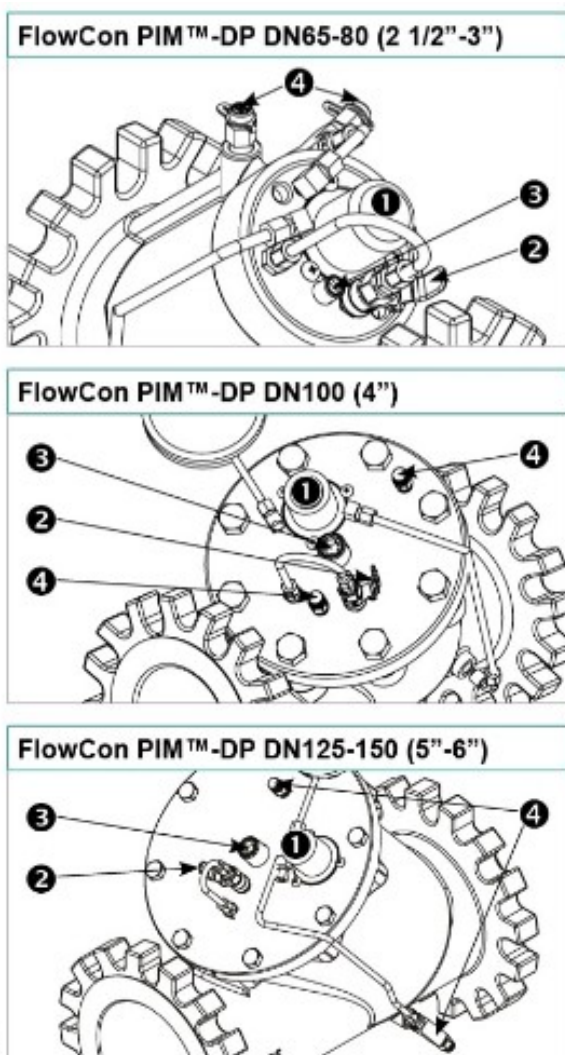

Figure 2
Après l'installation et la purge d'air, la ΔPC circuit désirée est réglée en ajustant le réglage ❶ (figure 2 page suivante) sous le capuchon sur le dessus de la vanne. Utilisez une clé Allen de 13 mm.
Mesurez la ΔP Circuit sur les fiches p/t **4** (figure 2) tout en tournant le réglage. ATTENDEZ QUE LA VANNE SE STABILISE D'ELLE MÊME.
- 1) Tournez le boulon de réglage sous le capuchon **1** (figure 2) dans le horaire jusqu'à la position complètement ouverte (max. 12,5 Nm).
- 2) Fermez la vanne à boisseau sphérique **2** (figure 2) en positionnant la poignée sur le tuyau et attendez au moins 1 minute.
- 3) Fermez complètement le boulon marche/arrêt **3** (figure 2) en tournant dans le sens horaire à l'aide d'un tournevis plat sur les DN65/80 ou d'une clé Allen de 13mm sur les DN80/100 et DN125/150.